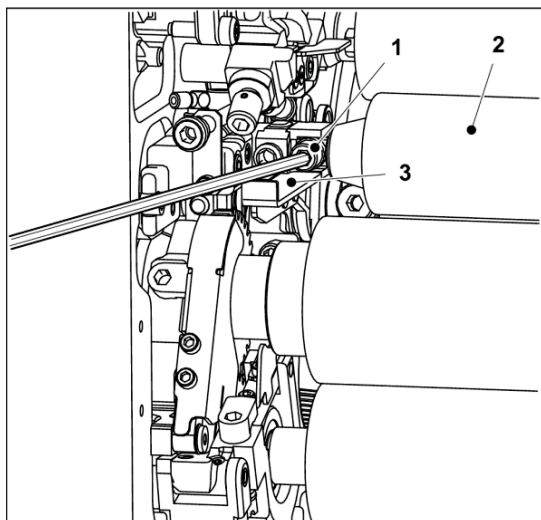

図 5 ライダーローラの取り外し
1. ライダーローラ(図5/2)のネジ(図5/1)を、駆動側、操作側ともに緩めます。
2. ローラを軸受けから引き出し、駆動側と操作側にある保管プレート(図5/3)にのせます。